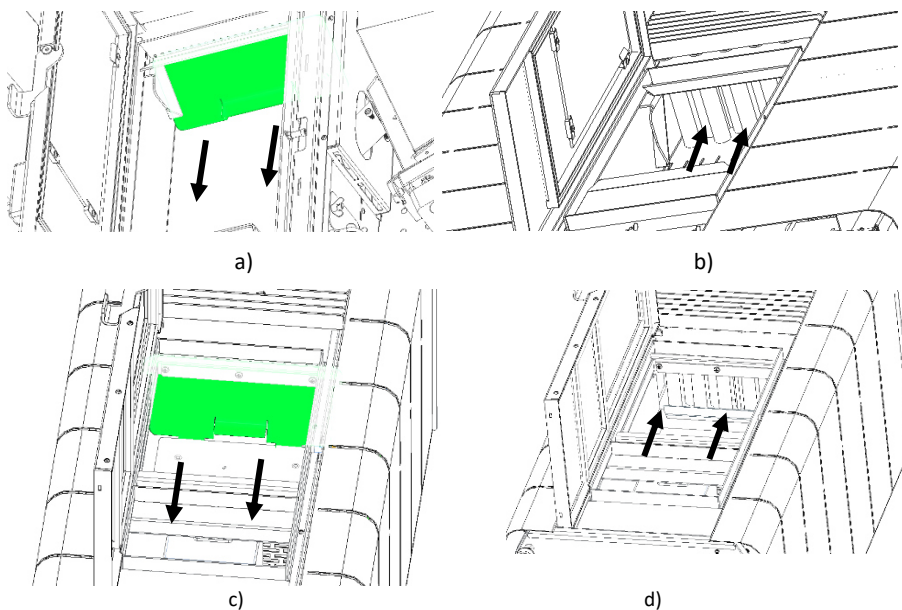

Figura 38 - Remoção das placas defletoras e limpeza do permutador de calor
- Para remover a placa da defletora, mova-a dos suportes, retirando-a da parte de trás dos suportes (Figura 38-a e Figura 38-c).
- Realize a limpeza removendo as cinzas, pode ser necessário usar uma escova ou pano para remover as cinzas que estão alojadas nos tubos e na parede acima da placa defletora (Figura 38-b e Figura 38-d).